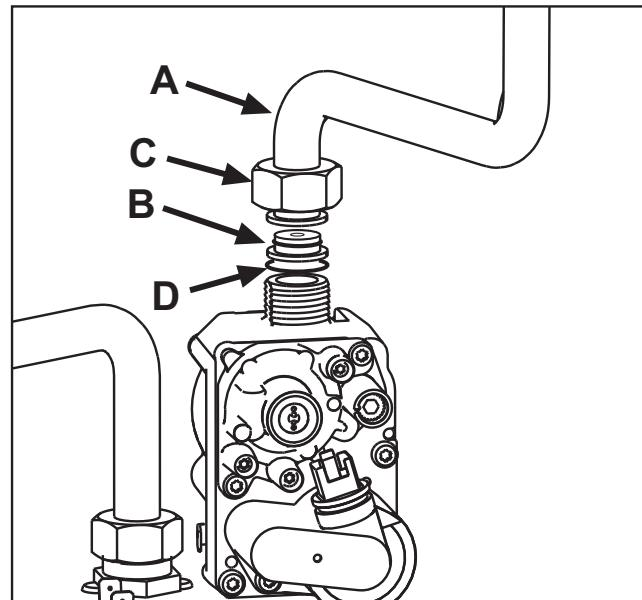

fig. 23
- Desenrosque la tuerca C y desconecte el tubo del gas A de la válvula del gas (fig. 23).
- Sustituya el inyector B del tubo del gas por el que se incluye en el kit de transformación, interponiendo la junta D (fig. 23).